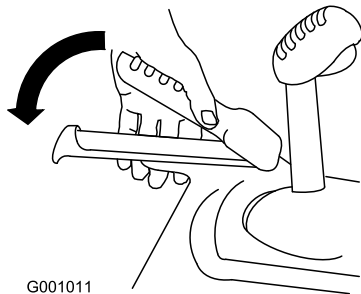

Figure 36
1. Pour engager la transmission aux roues, serrez le levier gauche (déplacement) contre la poignée (Figure 36).